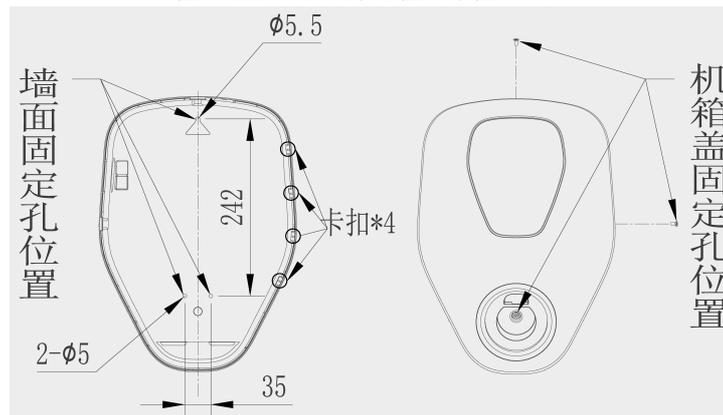

图 6-机箱安装孔位图（左图：后视图，右图：正视图。单位：mm）
- ①当上级开关距离机箱较近时（10 米内），可使用 6mm2线缆作为输入线。
- ②功率进线最大只能接入 10mm2线缆。
- ④电力安装需由专业人员操作，避免出现设备损坏以及人身触电事故。
- ⑤接好交流进线后，需用配套卡箍及配套螺丝固定好交流线缆。
- ⑥关闭机箱时，请先将上盖倾斜插入，确保四个卡扣如图 6 所示插入侧边的四处卡槽内，随后按照正面、侧面、顶部的顺序预锁螺丝，最后按照顶部、侧面、正面的顺序锁紧螺丝。
⑪、闭合微型断路器，按照图6所示关闭机箱，并用配套螺丝锁紧，至此安装完毕。
⑨、闭合微型断路器，按照图6所示关闭机箱，并用配套螺丝锁紧，至此安装完毕。